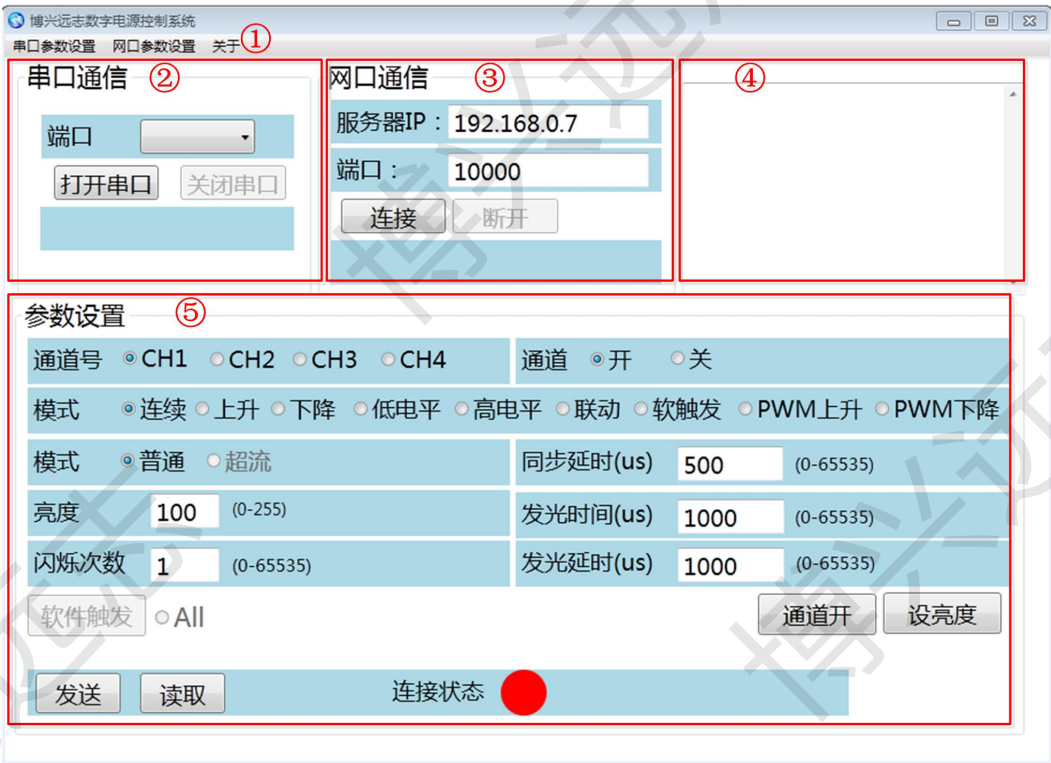

图 4-1 上位机界面
双击“数字电源控制系统.exe”，打开上位机软件如下图 4-1 所示，其中①②③④⑤分别代表菜单栏、串口通信、网口通讯、命令发送返回显示，参数设置区域。